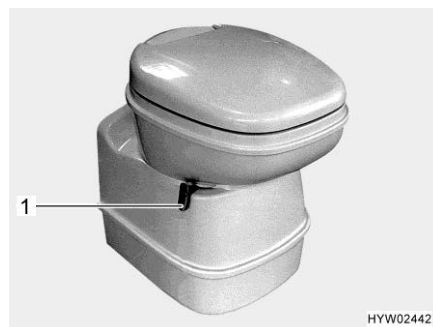

Bild 180 Thetford-Toilettenschüssel, schwenkbar
- Vor dem Spülen den Schieber der Thetford-Toilette öffnen. Dazu den Schieberhebel (Bild 180,1) entgegen dem Uhrzeigersinn schieben.